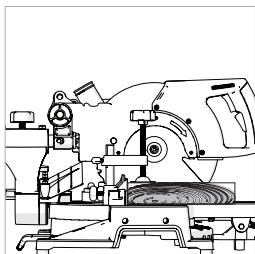

Fig. 28
- Empuje siempre el cabezal de corte hasta la posición trasera máxima en cada corte. **(Fig. 28)**